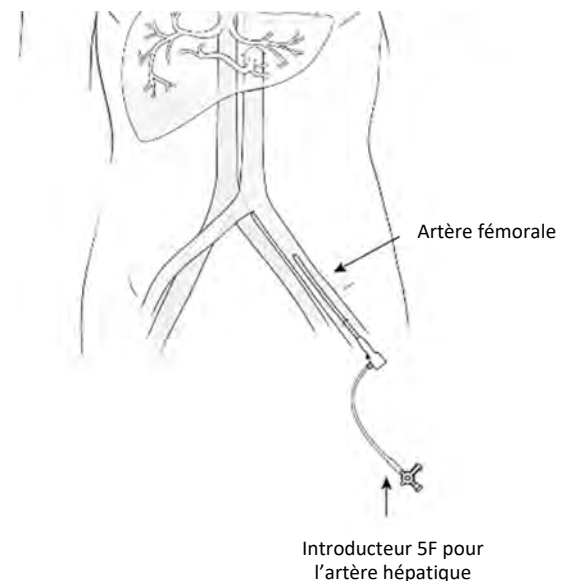

Figure 23
- (a) En utilisant la technique de ponction de Seldinger et les techniques fluoroscopiques et artériographiques standard, placer la gaine d'introduction 5F dans l'artère fémorale, voir Figure 23. L'utilisation d'un guidage échographique et une seule ponction de la paroi antérieure de l'artère fémorale au-dessus de la tête fémorale sont nécessaires afin d'assurer la compressibilité de l'artère lors du retrait de la gaine. Si une ponction supra-inguinale est faite par inadvertance, la procédure doit être annulée et reportée à une date ultérieure.